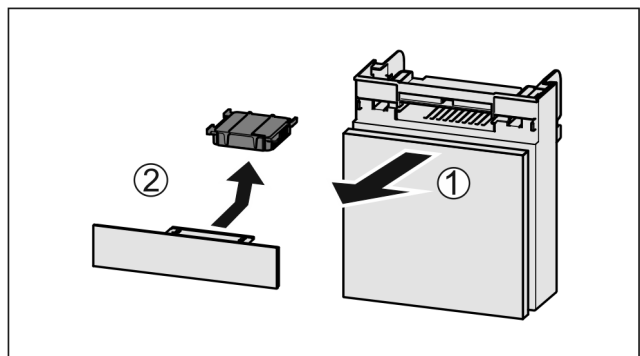

Fig. 35
- ▶ Estrarre il vano tirando in avanti Fig. 35 (1).
- ▶ Rimuovere il filtro a carboni attivi Fig. 35 (2).